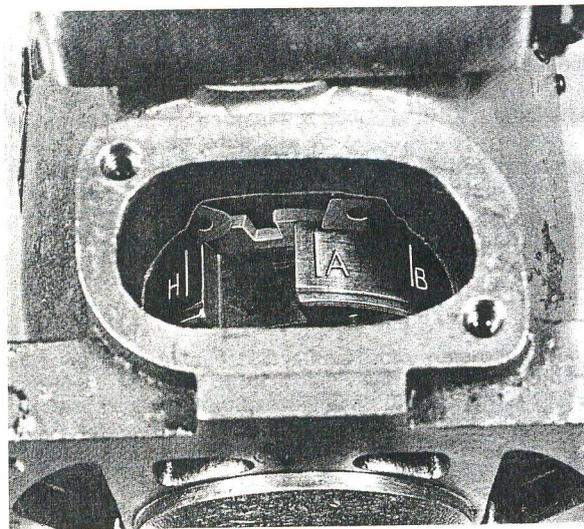

Fig. L11 — Repère interne de calage de la pompe d'injection aligné avec l'extrémité du circlip de calage.
9. Tourner le plateau d'entraînement jusqu'à ce que le trait-repère marqué « A » sur le rotor de la pompe coïncide avec l'extrémité à angle droit du circlip de calage (l'autre extrémité est arrondie) (fig. L11).